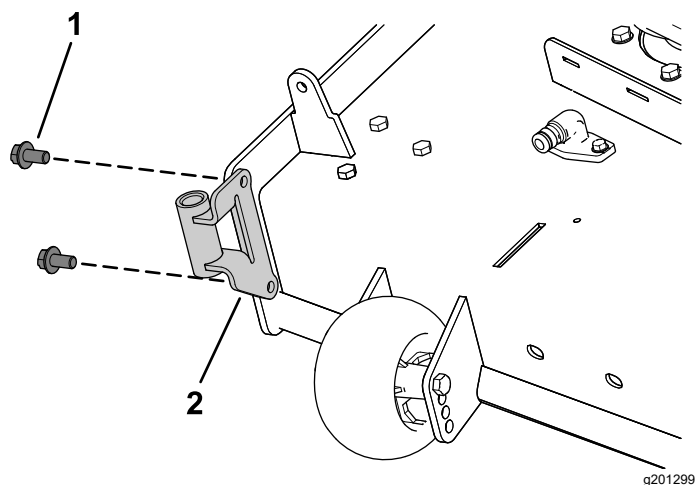

Figura 7
1. Montai suportul suflantei pe puntea mainii de tuns iarba folosind 2 uruburi cu cap hexagonal i aibă ($\frac{3}{8} \times \frac{3}{4}$ ") aa cum se arată în Figura 7.